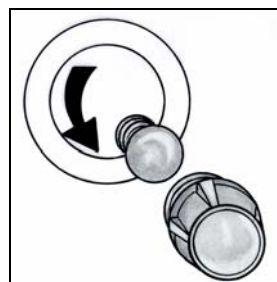

fig. 8
- Se deșurubează capacul din sticlă al duliei (fig.8).